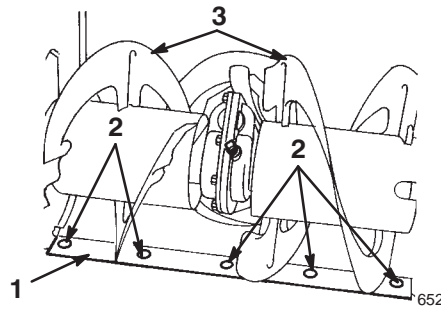

Figure 21
1. Patin (2)
2. Ecrous à bride (4)
3. Côté du carter de tarière (2)
6. Placez un support sous les lames de la tarière pour qu'elles se trouvent à 3 mm du sol (Fig. 21).
8. Pour corriger la position de la lame racleuse, desserrez les 5 vis de montage (Fig. 21), mettez la lame de niveau à la hauteur voulue et resserrez les vis.